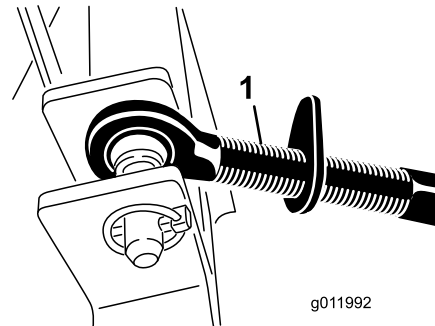

Bild 4
1. Stecken Sie den Oberlenker in die Löcher in der Gebläsehalterung und befestigen Sie diese mit einem Lastösenbolzen und Klapstecker (Bild 4).